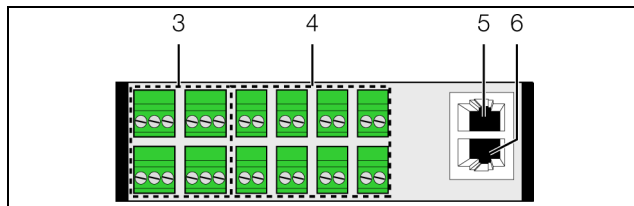

Abb. 9: Rückseite der I/O Unit
An den digitalen Eingängen kann jeweils ein potenzialfreier Schalterkontakt angeschlossen und so z. B. der Störmeldungsausgang eines externen Geräts ausgewertet werden (Abb. 9, Pos. 4).
- Verbinden Sie die I/O Unit über ein CAN-Bus-Verbindungskabel mit einer CAN-Bus-Schnittstelle der CMC III Processing Unit bzw. der benachbarten Komponente im CAN-Bus (Abb. 9, Pos. 5).
- Schließen Sie ggf. an der zweiten, freien CAN-Bus-Schnittstelle der I/O Unit (Abb. 9, Pos. 6) eine weitere Komponente an (z. B. einen anderen Sensortyp).